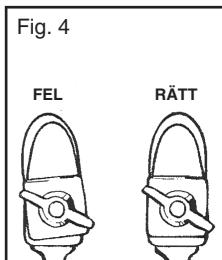

Fig. 4
4. Veva handtaget för att flytta axeln inåt. Se till att äppelhållaren kan passera fritt genom ringen (1). Om inte, lossa vingmuttern (4) och justera skärbladets position tills äppelhållaren kan passera fritt. Skruva åt vingmuttern igen.
5. Skalarmen (7) är vid leverans justerad för ett avstånd på ca 1 cm mellan skalbladet (2) och äppelhållarens bredaste del. Du kan justera avståndet med hjälp av justerskruven (6).
6. Skalbladet ska alltid vara centrerat på skalarmen och sticka ut ca 3 mm från skalarmen. Se fig 4.
7. Dra skalarmen (7) bakåt och fäll låsspaken (5) framåt för att låsa skalarmen i utfällt läge för att underlätta fastsättning av frukten eller om du vill skiva äpplet och behålla skalet.